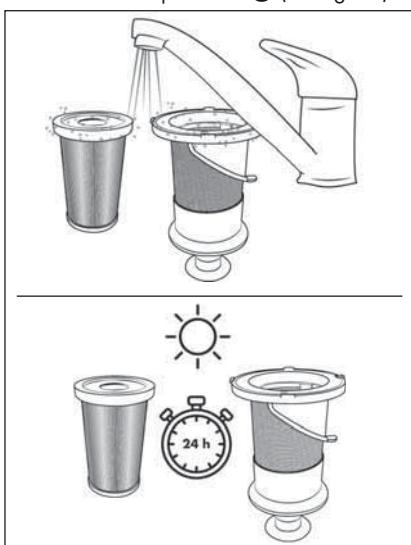

Fig. 22
- Rincez le filtre EPA 5 et le filtre en acier inoxydable 6 sous l'eau froide ou tiède. Laissez le filtre EPA 5 et le filtre en acier inoxydable 6 sécher complètement à l'air avant de les replacer dans le bac à poussière 7 (voir fig. 22).